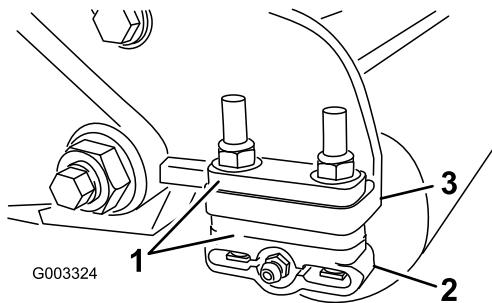

Figura 11
1. Ajuste os suportes do rolo traseiro (Figura 11) na altura desejada do limite de corte posicionando a quantidade necessária de espaçadores por baixo da flange de montagem da placa lateral (Figura 11) de acordo com o quadro de altura de corte; consulte Quadro da altura de corte (página 13).